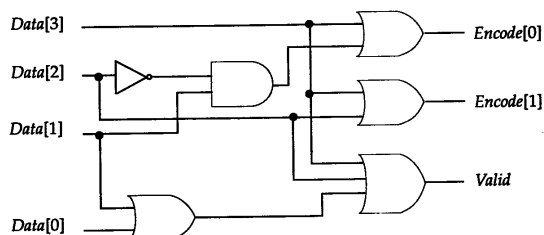

图5-12 优先编码器
2. 使用基本门描述如图 5-12 所示的优先编码器电路模型。当所有输入为 0 时，输出 *Valid* 为 0，否则输出为 1。并且为验证优先编码器的模型行为编写测试验证程序。